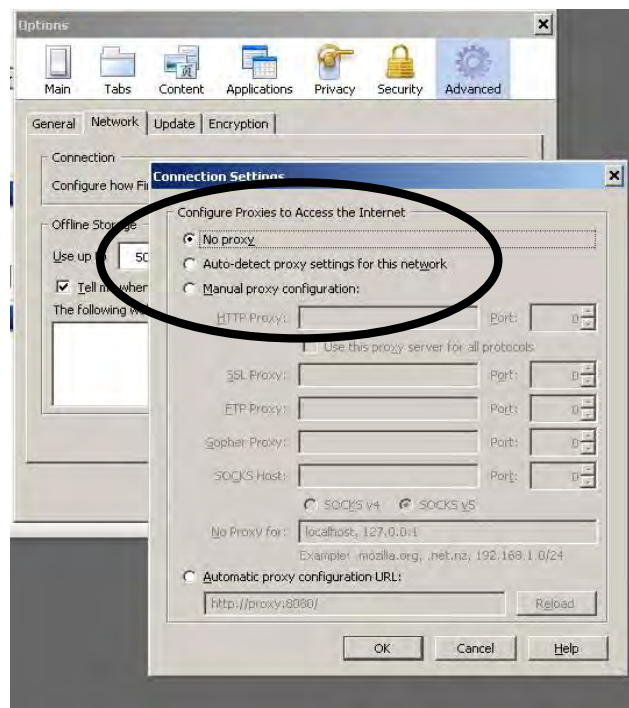

Рис. 38. Выключить установку прокси-сервера (Firefox только)
2. *Относится к Firefox только:* Чтобы работать в ProMix 2KS/3KS сети с Firefox, Вы должны выключить установку прокси-сервера на вашем браузере. В вашем Firefox браузере идите в Инструментальные средства > Опции > Продвинутое > вкладка Сеть > Параметры настройки подключения. Кликните "Нет прокси-сервера", см. Рис. 38.